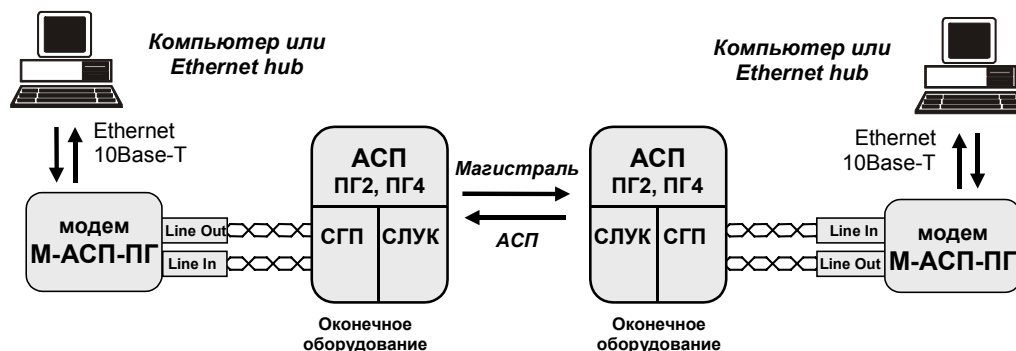

Рис. 9. Схема соединения модемов для организации дуплексного канала связи
Схема соединения модемов для организации дуплексного канала связи приведена на Рис. 9.
1. Соединить модемы в соответствии со схемой, приведенной на Рис. 9.